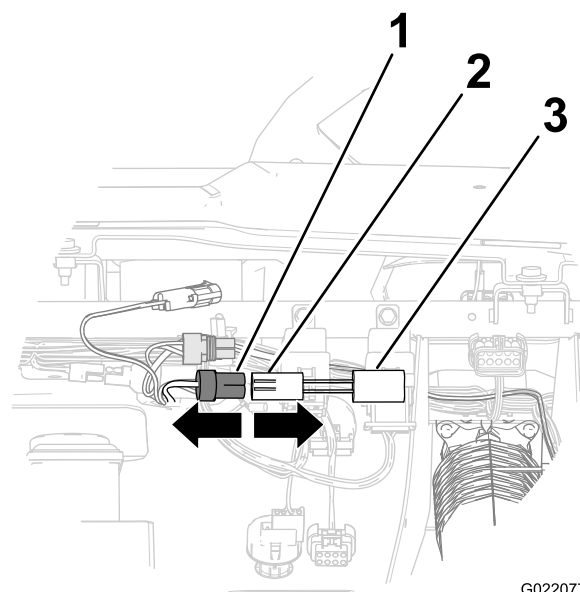

図 13
- B. 遅延タイマーのコネクタから、車両用ハーネスの2ピン・コネクタを外す（図 13）。